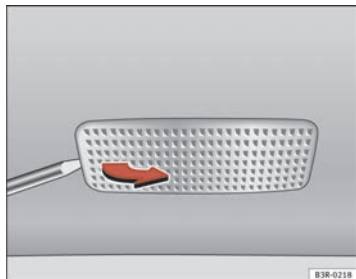

Abb. 228 Ausbau der Leuchte in der Sonnenblende
- Nehmen Sie die Leuchte vorsichtig heraus, indem Sie die flache Seite eines Schraubendrehers benutzen ⇒ Abb. 228.